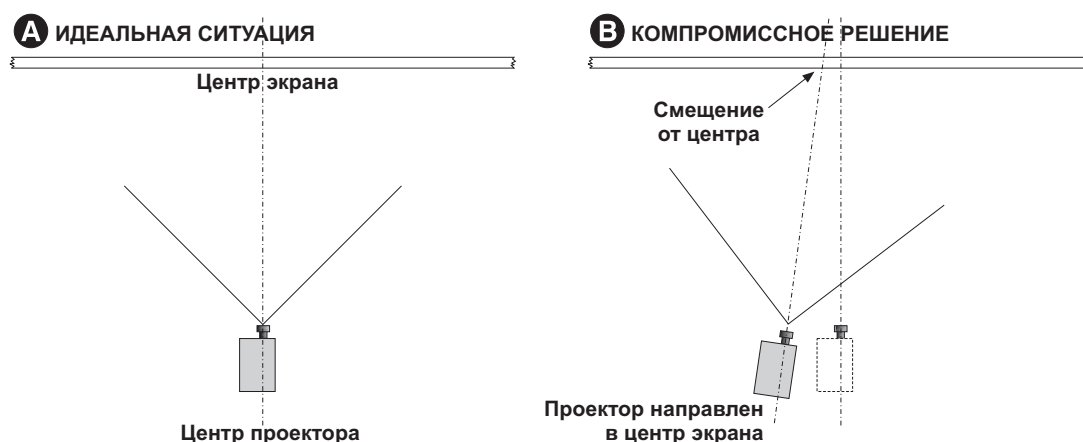

Рис. 2-1 Установка проектора
2. Установите проектор таким образом, чтобы обеспечить надлежащее расстояние от проектора до экрана и вертикальное положение. В идеале ось объектива должна быть направлена в центр экрана и быть перпендикулярна ему. Если проектор устанавливается рядом с другим проектором, допускается незначительное смещение проектора относительно центра, как показано на **Рис. 2-1**. В этом случае незначительно увеличивается трапецидальное искажение, зато требуется минимальное смещение объектива по горизонтали.